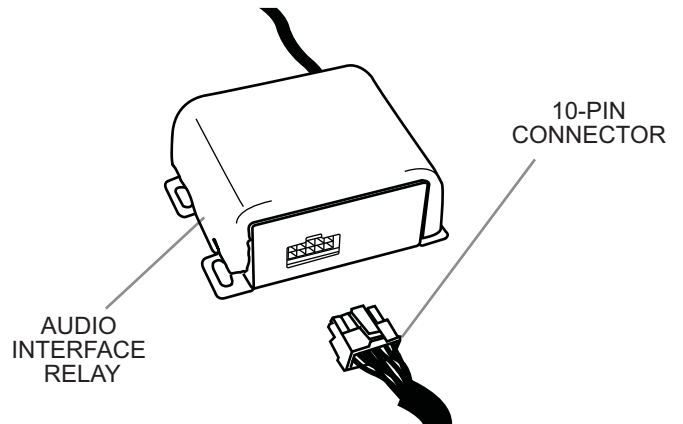

FIGURE 44
- 2.) CONNECT THE 10 PIN CONNECTOR ON THE T-HARNESS TO THE 10 PIN CONNECTOR ON THE AUDIO INTERFACE RELAY. (SEE FIGURE 44)